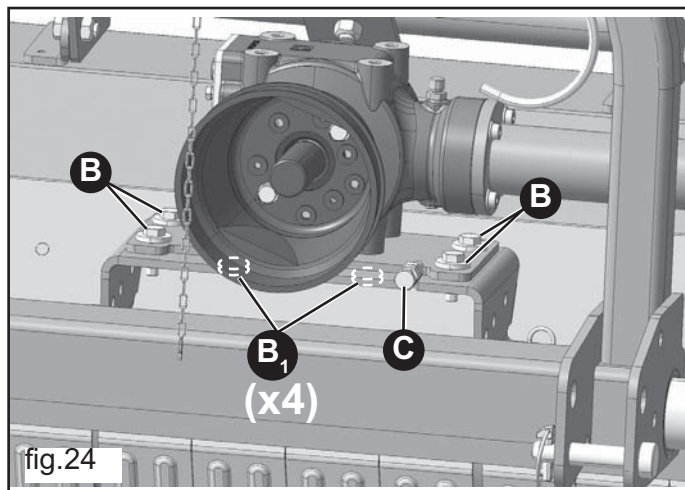
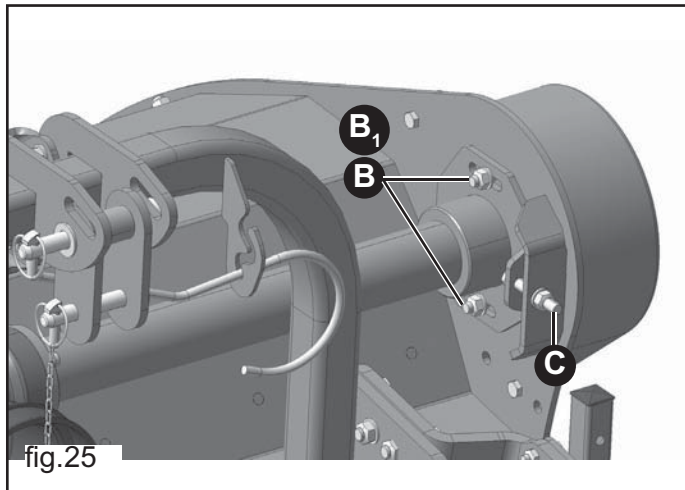

fig.24
fig.25
- Allentare le viti che fissano il moltiplicatore alla carpenteria (B fig.24 - fig.25 **BRAVA** - B₁ fig.24 - fig.25 **BRAVA LARGE**).
- Se necessario allentare e sostituire le cinghie, oppure agire sulle due viti di registro (C fig.24 - fig.25) facendo in modo che le cinghie raggiungano la corretta tensione.